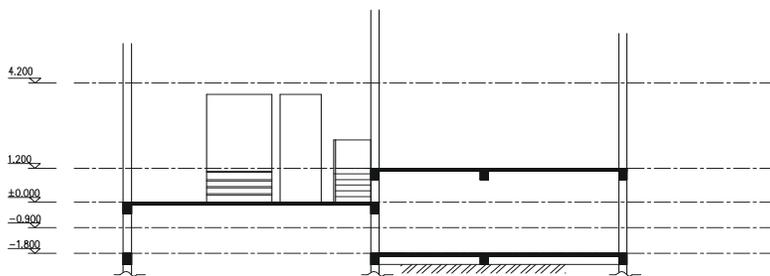

图 10-2-14
**STEP 13** 参照上面的绘制方法在 1.2 米的楼层标高线的位置绘制 100 厚的楼板, 再使用复制命令 COPY 复制前面已绘制好的梁, 将其放在如图 10-2-14 所示的位置。